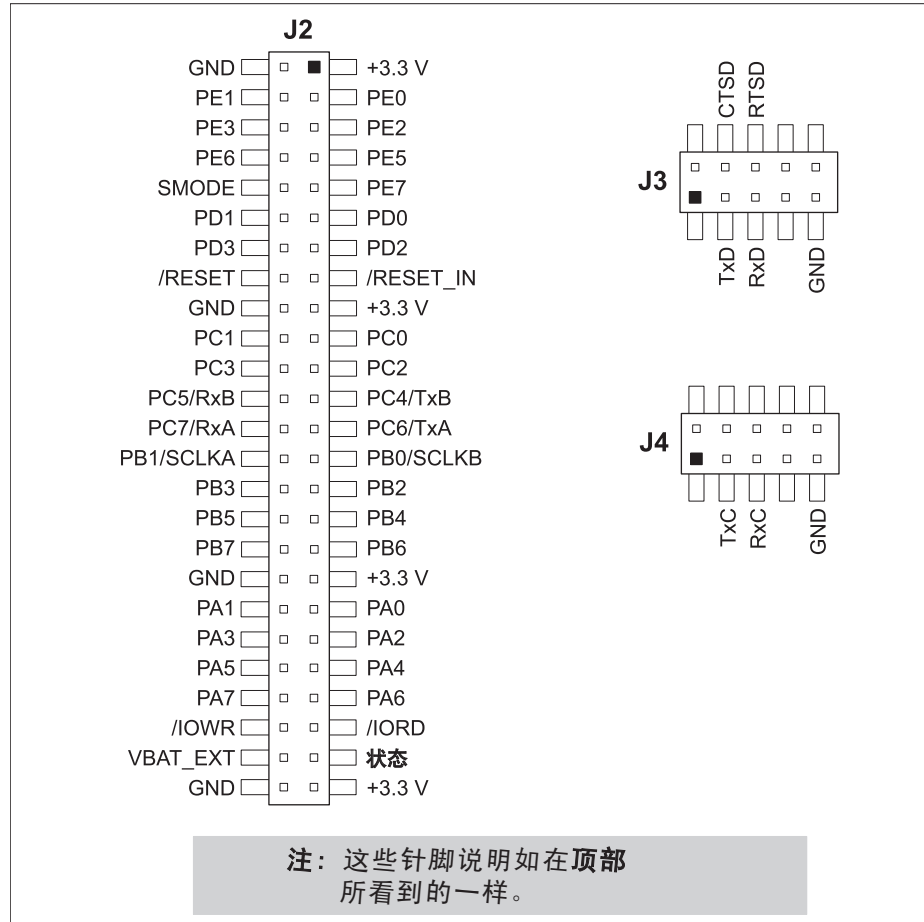

图 E-4. 串行通讯附件板引脚说明
- **模块扩展电路板连接器** — RCM5700 模块完整的引脚组复制在电路板连接器 J2 的下方。开发者能够把线直接焊接入适当的孔内,或者,对于更为灵活的开发而言,可以将 2×25 的电路板连接条以 0.1" 间距焊接就位。见图 E-4 的电路板连接器引脚说明。
串行通讯附件板向用户提供了便于显示电路板连接器 J2 下方标记点的 RCM5700 连接点。电路板连接插座 J2 的引脚说明和 J3 和 J4 的 RS-232 电路板连接器如图 E-4 所示。